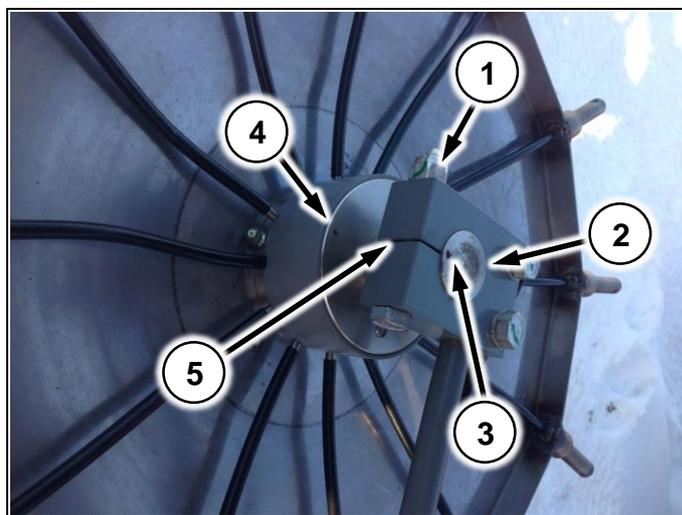

Рис. 181
1. Ослабьте болт (Рис. 181/1)
2. Вращайте ось диска (Рис. 181/2)
3. Добейтесь совпадения точек (Рис. 181/3) и (Рис. 181/4) с прорезью (Рис. 181/5)
4. Затяните болт (Рис. 181/1)